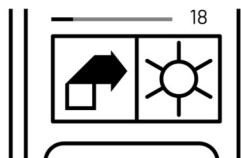
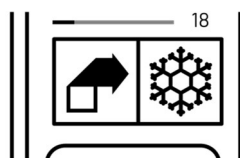
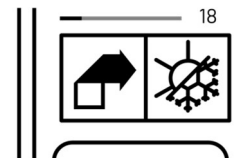

Рисунок 20 - Пиктограмма режима нагрева
Рисунок 19 - Пиктограмма режима охлаждения
Рисунок 18 - Пиктограмма режима «климат-контроль»
- 3.5.2 Для выбора режима работы нажмите и удерживайте в течении 5 секунд кнопку «MODE». Пиктограмма над кнопкой (Рисунок 18, Рисунок 19, Рисунок 20) обозначает текущий режим работы. Основное поле меню регулировки уставки